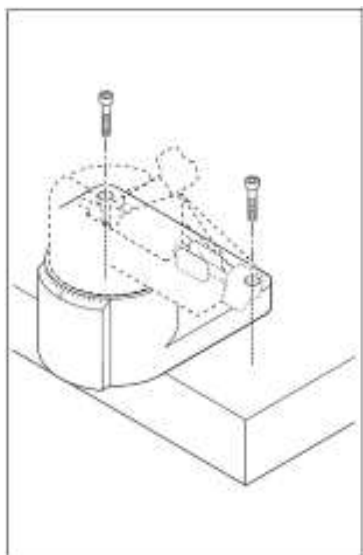

Рис. 3
2. Установка станка на верстак (Рис. 3)